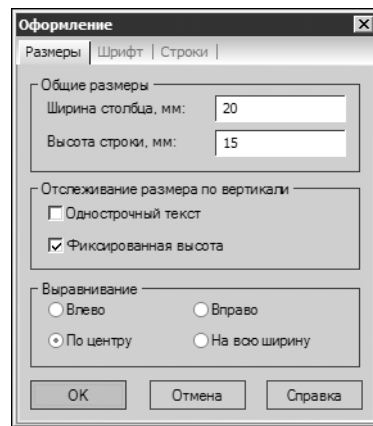

Рис. 14.16. Параметры оформления заголовка. Размеры.
13.2. В открывшемся диалоге **Оформление** (рис.14.16) включите опцию **Фиксированная высота** и введите высоту заголовка =15 .